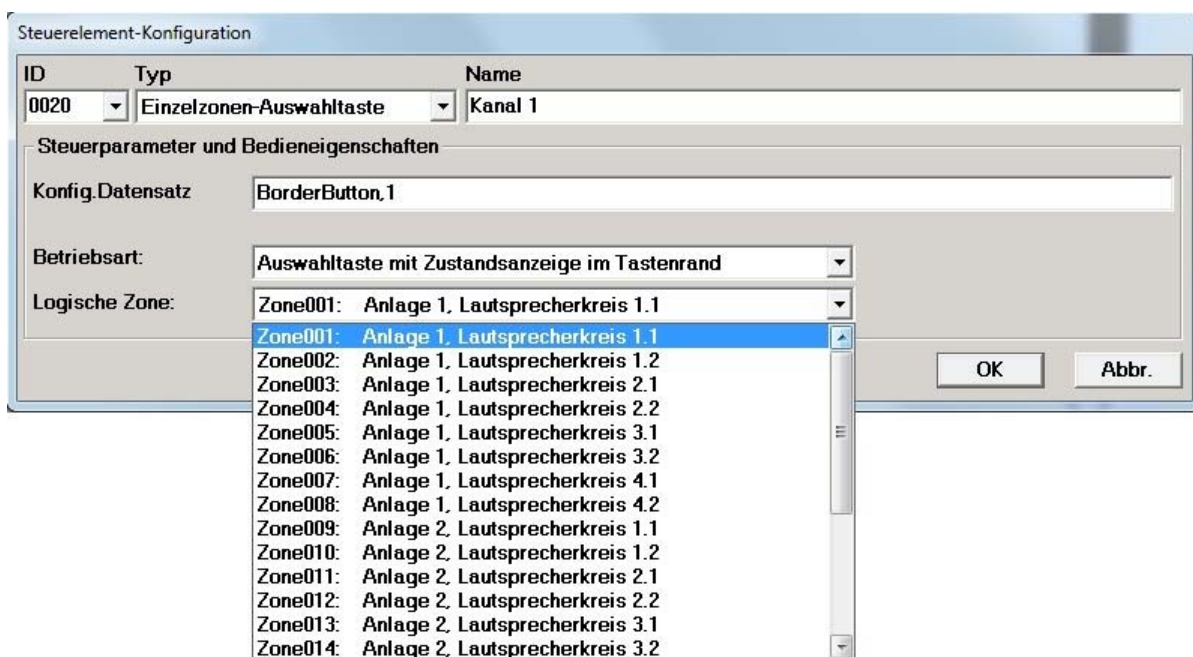

Abb. 20: Popup-Dialog zum Konfigurieren einer Einzelzonenauswahltaste
- Auswahl des Elementtyps. Abhängig vom gewählten Elementtyp wird der Dialog um Eingabe- bzw. Auswahlfelder zur Spezifikation der typspezifischen Betriebs- und Darstellungsparameter des Bedienelements erweitert. Die vom Dialog unterstützten Typen sowie ihre Konfiguration werden in den Unterkapiteln 4.6.2.1 bis 4.6.2.5 beschrieben, die zugehörigen typspezifisch erweiterten Dialoge in Abb. 20 bis Abb. 24 dargestellt.
Zur Konfiguration der Einzelzonen-Auswahltaste folgende Betriebs- und Darstellungsparameter zum Erstellen / Ändern des Bedienelements (siehe Abb. 20) festlegen: